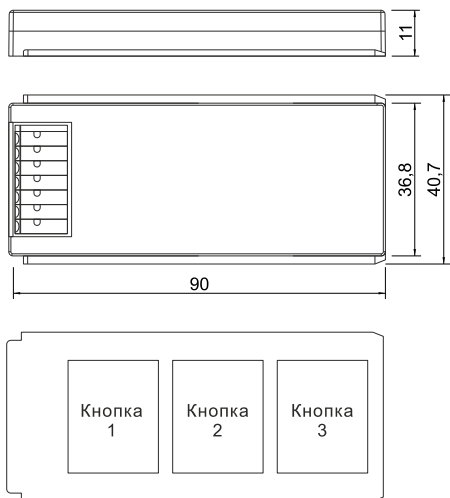

Рис. 1
- Размеры сенсорного выключателя, планки крепления, расположение кнопок управления и размеры сенсорной кнопки указаны на Рис. 1, 2, 3.